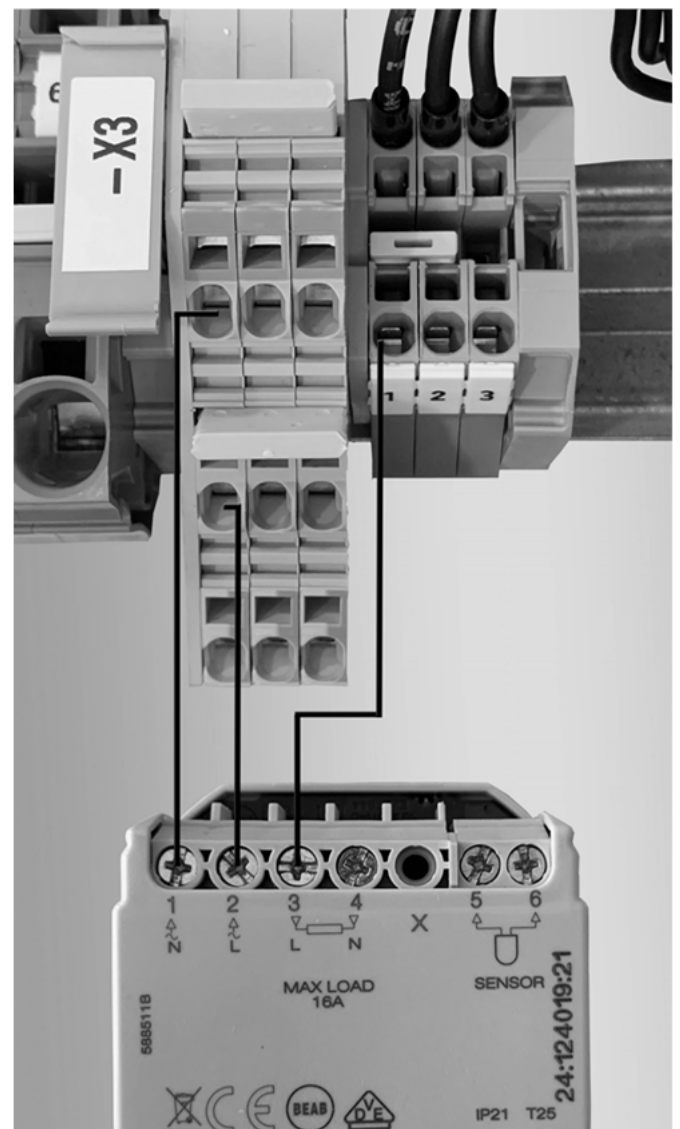

Abb. 9: Anschluss des Touch-Thermostaten
- ➔ Schließen Sie den Touch-Thermostat gem. Abb. 9 an.